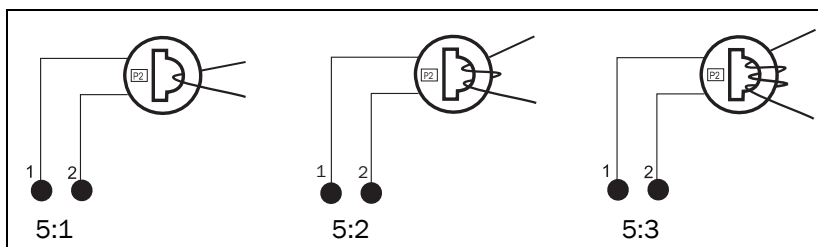

Fig. 5 Exemple: 1, 2 et 3 passages
La Fig. 5 indique les différents types (passages) de transformateurs (CT). Dans la Fig. 5:1, le fil moteur traverse simplement le transformateur CT; dans les pages qui suivent, on parle alors d'un passage unique. La Fig. 5:2 illustre un transformateur à deux passages, et la Fig. 5:3 un transformateur à trois passages. Le nombre d'passages est donc égal au nombre de fois que le fil moteur L1 franchit l'orifice du transformateur.